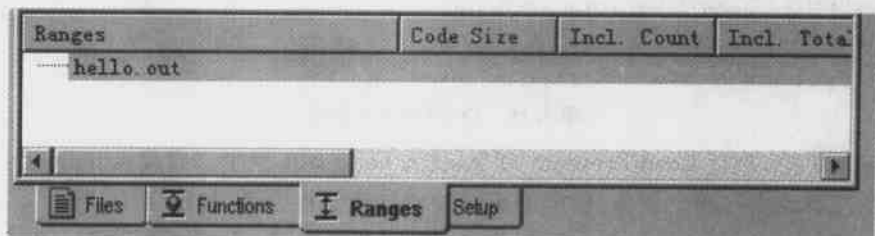

图 4.20 Ranges 窗口
(5) 单击 Ranges 标签, 将显示除函数以外的所有区域的剖析。由于在 hello.out 程序中所有代码都在 main 函数中, 所以 Ranges 窗口中没有任何显示, 如图 4.20 所示。